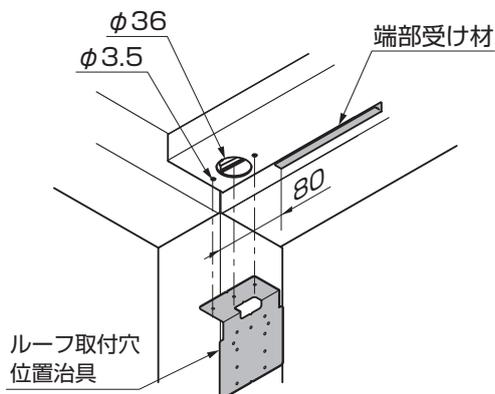

図12-61 A部詳細図
- ルーフ取付穴位置治具の折り曲げ部を樋の入隅部に突き当てると正確に位置出しができます。(図12-61参照)
- ②アタッチメントパッキンを雨樋アタッチAに貼付けて樋に【6-1】で取付けてください。